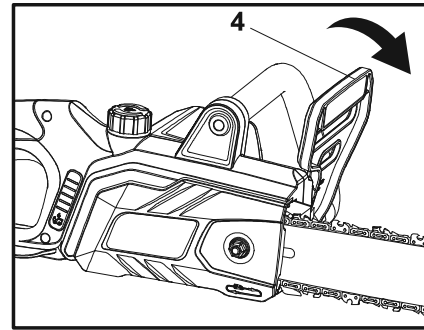

Fig. 14. Freno de cadena activado
Freno de cadena activado: cuando la palanca del freno de cadena (4) está en la posición de activación, la cadena se detiene inmediatamente (Fig. 14).